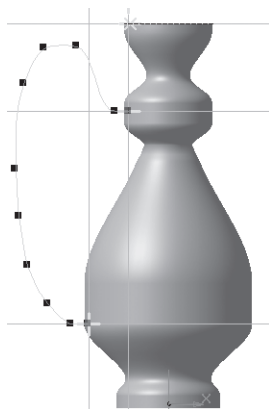

Рис. 267
- если кривая получилась недостаточно ровной, выделите ее щелчком ЛКМ и осторожно потяните за маркеры (рис. 267);